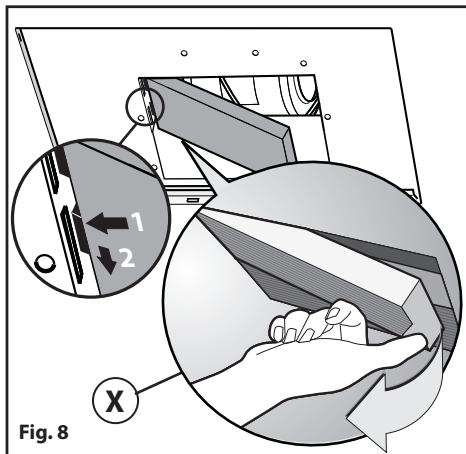
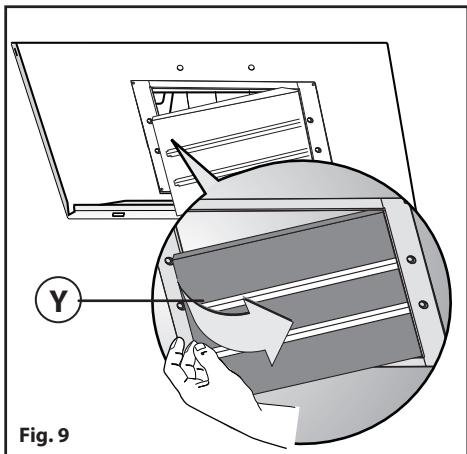

Fig. 8
Fig. 9
- Per trasformare la cappa da versione **ASPIRANTE** a versione **FILTRANTE** i filtri al carbone devono essere ordinati presso il vostro rivenditore come accessorio. Abbiamo disponibili due tipi diversi di Kit, uno con filtri a carbone a cassetta (**Fig. 8**) e l'altro con i filtri a carbone rigenerabili (lavabili) (**Fig.9**)
tirare verso l'esterno la leva come indicato in (**Fig. 8**).
- Per sostituire i filtri a carbone rigenerabili **Y**, rimuovere le staffe dalla sede, tirandole verso l'esterno. (**Fig.9**)